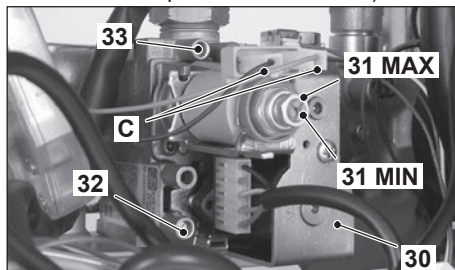

Figura 7.8
- A caldaia spenta (fuori servizio), controllare la pressione di alimentazione utilizzando la presa 32 in Figura 7.8 e confrontare il valore letto con quelli riportati nella tabella Pressioni di alimentazione gas nella sezione "Dati tecnici M296Z.24SM" a pag. 22.
- Richiudere bene la presa di pressione 32 in Figura 7.8.
- Aprire la presa di pressione 33 in Figura 7.8 e collegare un manometro.
Confrontare il valore di pressione misurato con quello indicato nelle tabelle Pressione gas massima al bruciatore. Per tarare la pressione al bruciatore agire sul dado esagonale grande in ottone dell'operatore modulante 31 MAX in Figura 7.8 (ruotando in senso orario la pressione aumenta).
- Confrontare il valore di pressione misurato con quello indicato nelle tabelle Pressione gas minima al bruciatore. Per tarare la pressione al bruciatore agire sulla vite in plastica (31 MIN in Figura 7.8) tenendo fermo il dado esagonale in ottone grande (31 MAX in Figura 7.8) dell'operatore modulante (ruotando in senso orario la pressione aumenta).
IMPORTANTE: Dopo ogni misurazione delle pressioni gas, richiudere bene le prese di pressione utilizzate (32 e 33 in Figura 7.8). Dopo ogni operazione di regolazione gas gli organi di regolazione della valvola devono essere sigillati.
IMPORTANTE: Dopo ogni misurazione delle pressioni gas, richiudere bene le prese di pressione utilizzate (32 e 33 in Figura 7.8).